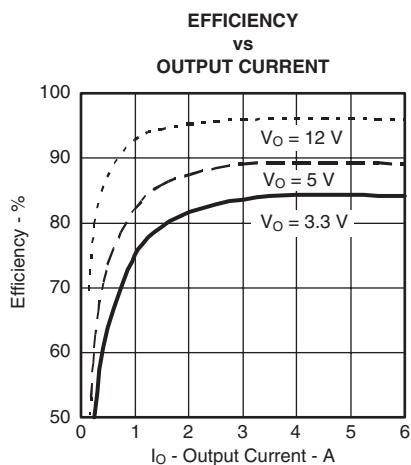
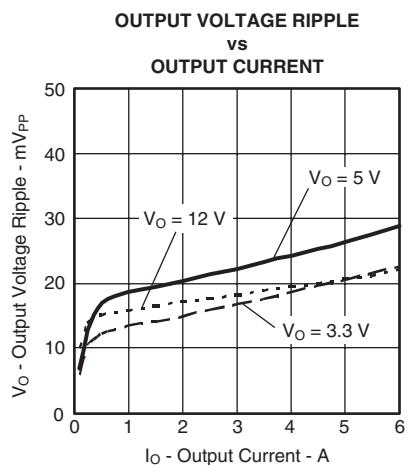
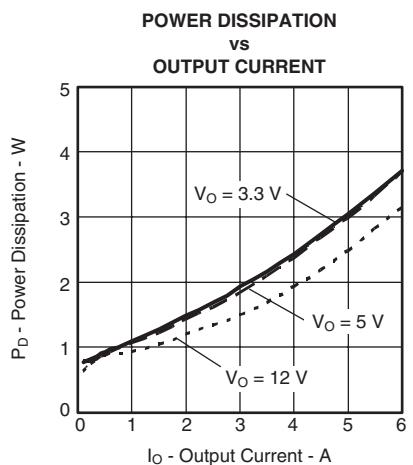

図 6
図 7
図 8
(1) この電気的特性データは、実際の製品を25°Cでテストして得られたものです。このデータは、コンバータの代表的なデータと考えられます。図6、図7、および図8に対して適用されます。
(2) 温度ディレーティング曲線は、内部コンポーネントの温度がメーカーの指定した最高動作温度以下になる条件を表します。このディレーティング制限は、2オンス(56.69グラム)の銅を使用した、100mm×100mmの両面PCBに直接半田付けされたモジュールに対して適用します。